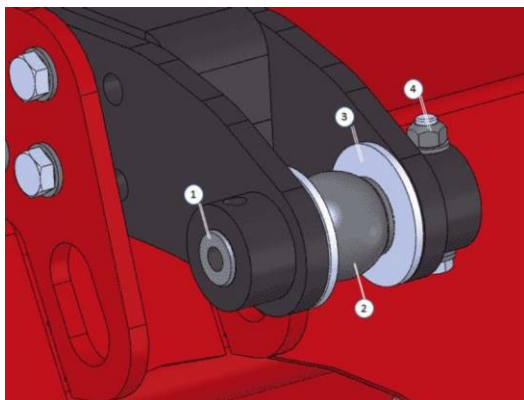

Рис. 39. Крепление верхнего рычага
- Снимите навесные элементы с (1) по (4) (Рис. 39) крепления верхнего рычага мульчирующей фрезы.